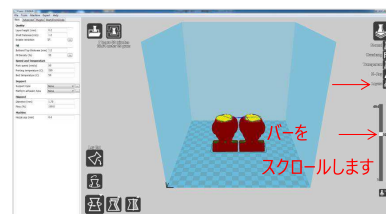

図 23
たとえば“Layer”モード (図23) このアイコンをクリックすると右側にスクロールバーが表示され、これを上下することでモデルをレイヤーごとに輪切りにして表示することが出来ます。スキップされたレイヤーやギャップを確認することが出来ます。
- 保存したGcodeはCuraで再度開いて図23のようにレイヤーの確認等することが出来ます。